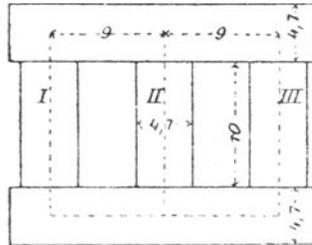

Fig. 167.
301. Ein Drehstromtransformator (Fig. 167) wird primär an eine Klemmenspannung von 40 [60] (120) V und 60 [50] (50) Perioden angeschlossen. Die sekundäre Spannung soll 65 [220] (440) V betragen. Die Wickelungen primär und sekundär sind in Sternschaltung verbunden. Der Querschnitt eines Kerns beträgt 20 cm²
- der Magnetisierungsstrom, wenn die Abmessungen des Transformators der Fig. 167 entsprechen und jede Stoßfuge gleich einem Luftzwischenraum von 0,005 cm gerechnet wird,